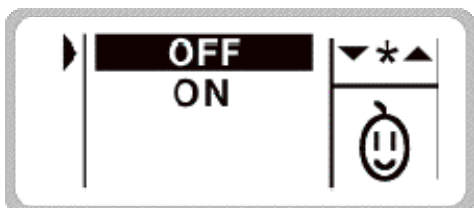

Рис.8
В этом меню можно включить (ON) и выключить (OFF) звуковые сигналы прибора, как показано на рис.8